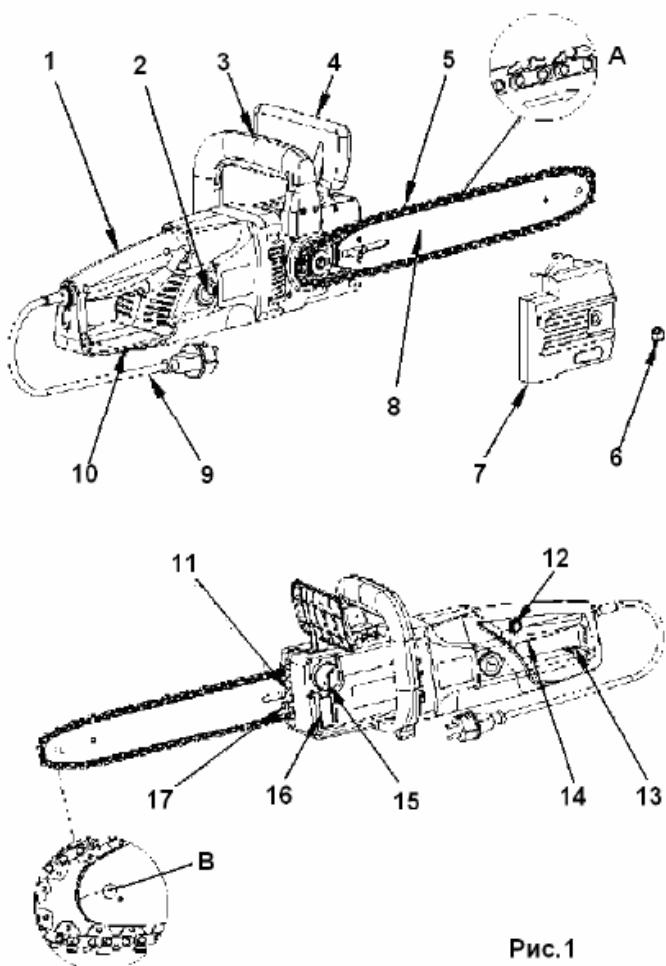
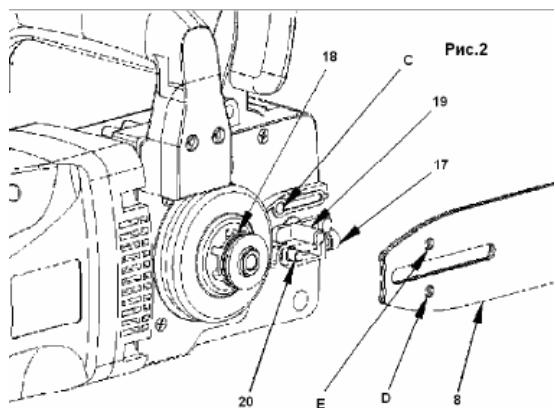

Рис.1
Рис.3
- 6 Прижимная гайка (рис.3)
Направляющая шина и пильная цепь поставляются отдельно (в разборном виде). Сначала открутите крепежный винт (6 Рис.1) и снимите крышку, закрывающую натяжной механизм направляющей шины пилы (7 Рис.1). Нижний болт натяжения (20 Рис.2), должен находиться по центру прорези направляющей шины. Если необходимо, более точно отрегулируйте натяжение цепи с помощью винта (17 Рис.2).
Всегда используйте специальные перчатки для защиты рук при монтаже цепи, проверке натяжения, сборке и разборке. Перед монтажом цепи на направляющую шину, проверьте направление режущих зубцов цепи (заточенная сторона зубцов). Направление движения цепи, указано на крышке (7) (Рис 3). Для того, чтобы определить направление пиления, если необходимо, переверните ее (5). Надевая цепь на шину, держите пилу с направляющей шиной (8) вертикально, концом шины вверх (5). Монтаж цепи начинайте с наконечника шины (8). Монтаж цепи на шину начинайте следующим образом: Установите направляющую шину с пильной цепью на болт (19) и на болт регулировки натяжения цепи (20). Наденьте цепь на звездочку (18) Проверьте еще раз правильное направление установки цепи (См. Рис. 1). Наденьте крышку (7 Рис.1), и закрутите крепежную гайку (6 Рис.1) гаечным ключом. Теперь цепь смонтирована на направляющую шину правильно.
Убедитесь, что цепь (5) находится в пазе направляющей шины (8) (Рис.1 а). Используя шестигранный ключ, поверните винт регулировки натяжения цепи (17) по часовой стрелке до тех пор, пока цепь не будет правильно натянута. Во время затягивания винта (20), направляющую шину необходимо держать вертикально вверх. Проверьте натяжение цепи еще раз (См. Рис. 3). Не натягивайте цепь очень туго. В холодную погоду цепь должна приподниматься от направляющего бруска приблизительно на 5 мм. Затяните туго контргайку (6).
Чтобы предотвратить попадание грязи в масляный бачок, протрите крышку бачка (22) перед тем как ее открыть. Следите за уровнем масла в масляном бачке в процессе пиления , уровень масла смотреть в окошечке (16 Рис.1, 4). После доливки масла, плотно закрутите крышку бачка и вытрите пролитое масло.